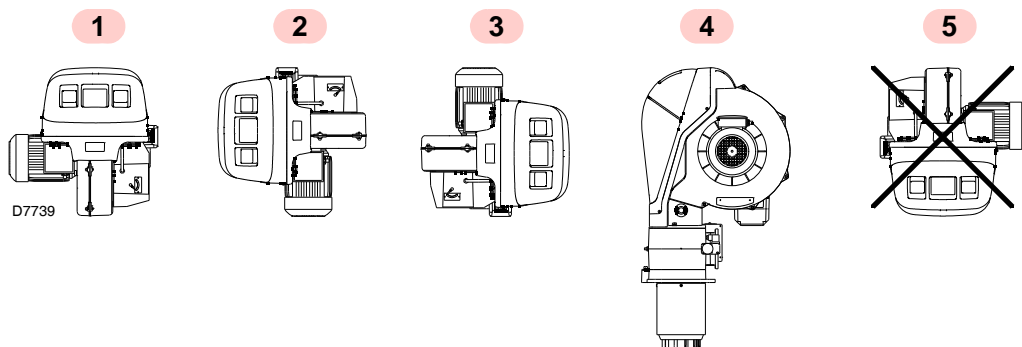

图 12
- 燃烧器设计为仅能安装在位置 1, 2, 3 和 4(图 12)。